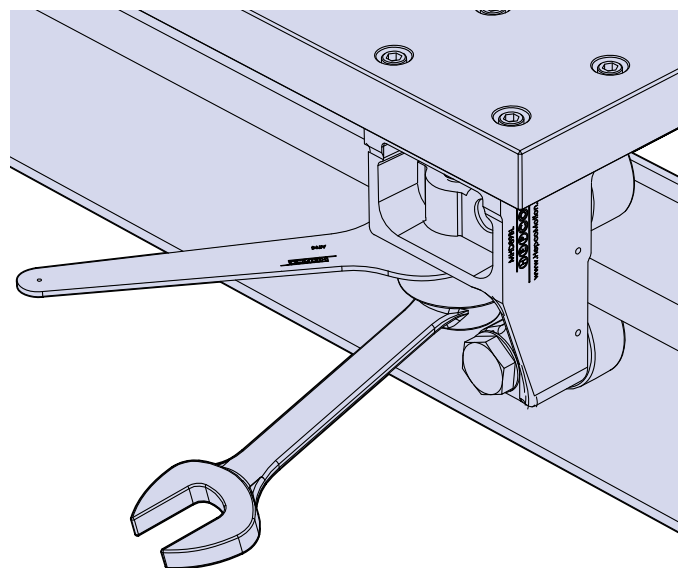

Figura 5
18. Ajuste los rodamientos del lado excéntrico [Pieza 6] de los bloques ajustables de la siguiente manera: Afloje el tornillo de fijación [Pieza 9] usando una llave de ajuste estándar de 41 mm para permitir el giro del rodamiento excéntrico [Pieza 8] con una resistencia moderada usando una llave Hepco AT95 de 40 mm. Gire el rodamiento en sentido contrario a las agujas del reloj respecto a la cabeza del tornillo de fijación hasta que el rodamiento contacte ligeramente la superficie de rodadura. Apriete el tornillo de fijación a ~250 Nm, mientras mantiene la posición del rodamiento excéntrico sosteniéndolo con la llave AT95. Finalmente, evalúe la condición del contacto girando el rodamiento contra la guía haciendo una firme presión con la mano. Si el rodamiento no se desliza fácilmente, reajuste la excéntrica del rodamiento. La Figura 5 muestra el procedimiento anterior.